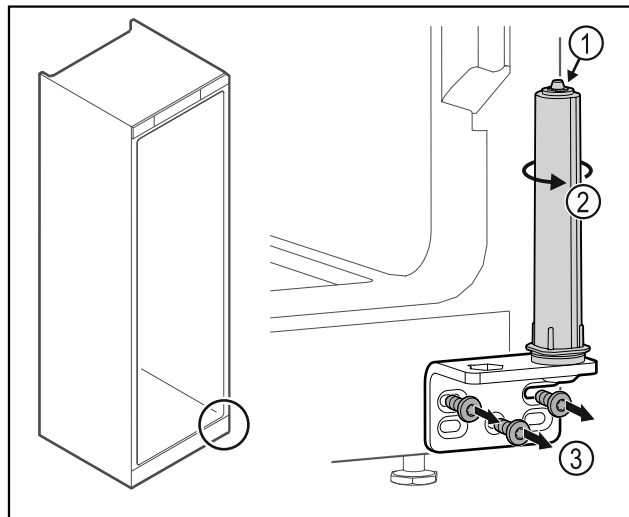

Fig. 39
- Systemu blokującego drzwi nie należy demontować Fig. 39 (1).
- System blokujący Fig. 39 (2) obrócić do momentu, aż kliknie.
- Odkręcić zawias Fig. 39 (3).